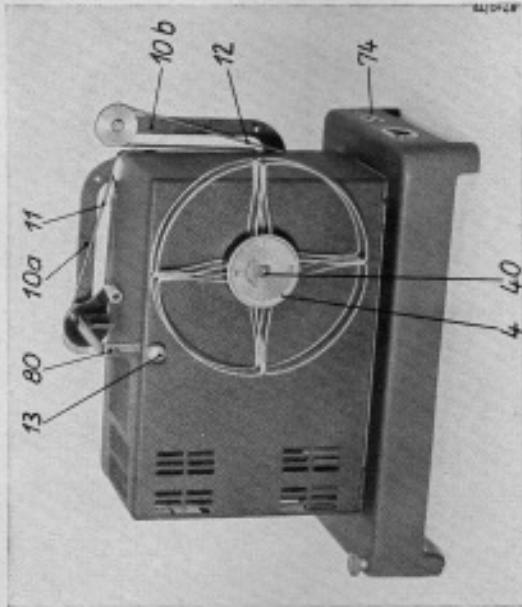

Bild 2. Pantalux, Gehäuseseite
1. Gerät auf feste, glatte und staubfreie Unterlage stellen. Traggriff 80 (Bild 2) einschieben.